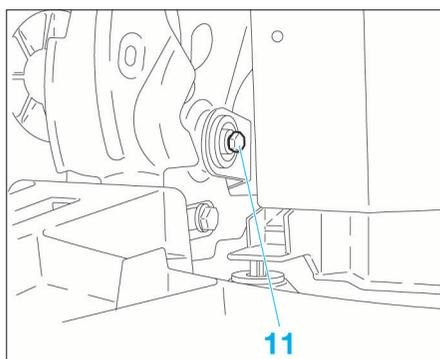

FIG. 17
- Déposer la vis (10).
- la vis (11) (Fig.17),
- les écrous (7),